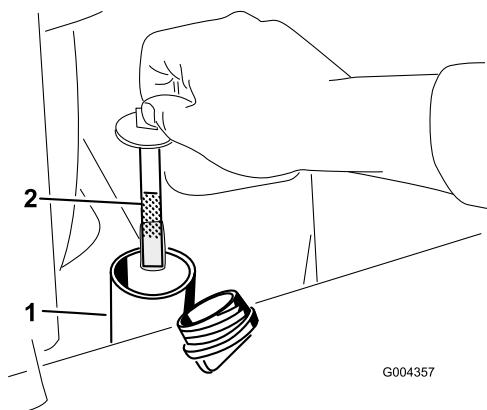

Figure 18
6. Enlevez le bouchon du goulot de remplissage et vérifiez le niveau de liquide sur la jauge (Figure 18).